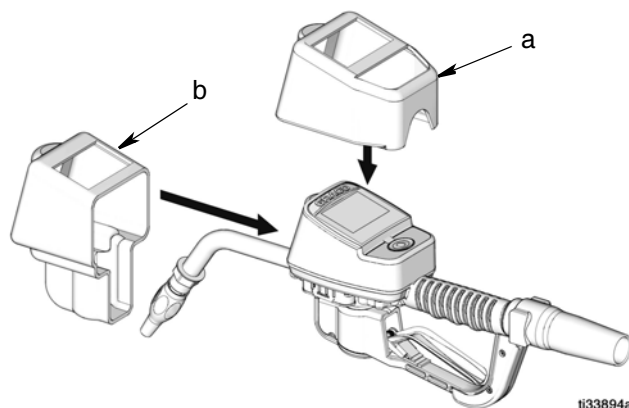

ABB. 6
1. Blendenschutz (a) über der Blende des Dosiergeräts anbringen, siehe ABB. 6.
2. Dann Gehäuseschutz (b) über der Düse/Verlängerung und auf dem Dosiergerät und dem Blendenschutz (a) anbringen, siehe ABB. 6.